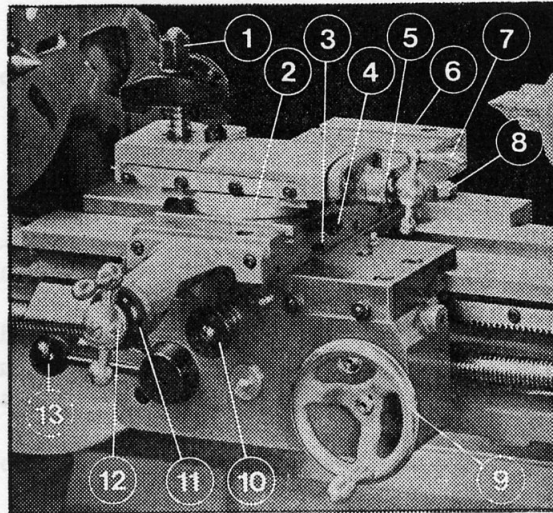

Fig.39 Commandes de chariot longitudinal
La Fig. 39 donne la terminologie et les positions des organes de commande du chariot longitudinal. Le volant du tablier fait déplacer le chariot longitudinal le long du banc et les poignées à boule du chariot transversal et du chariot supérieur assurent le déplacement alternatif du porte-outil.
Cet ensemble peut être démonté entièrement du chariot transversal en desserrant les deux vis à tête carrée, une sur la droite et une sur la gauche du chariot (figure 39, repère 4). Ces deux vis doivent être dévissées d'environ 8 mm. Le chariot supérieur peut alors être sorti du chariot transversal.
Comme pour le mouvement longitudinal, l'inversion du mouvement transversal se fait par le changement de la rotation de la vis mère. L'avance s'engage en tirant le bouton ref. 10 sur Figure 39 d'environ 8 mm. L'embrayage se composant de deux billes glissant sur une pente et s'engageant dans les deux rainures du pignon intermédiaire, il est nécessaire de sentir que l'enclenchement est bien effectué.